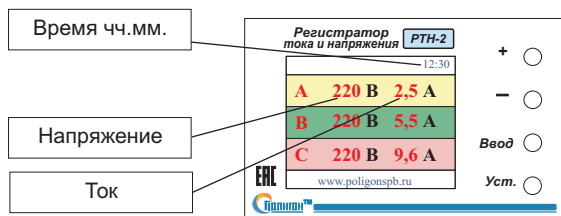

Рис.1
- 4.1.2. На индикаторе высветятся текущие показания напряжения, тока и текущее время (Рис.1).